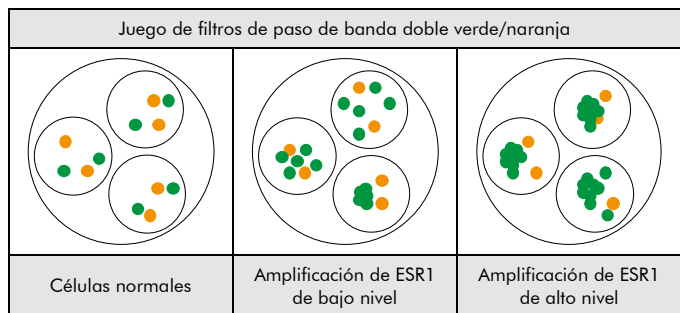

Fig. 2. Resultados previstos en núcleos normales y anómalos
**Situación normal:** En las interfases de células normales o células sin una amplificación que implique la región del gen ESR1, aparecen dos señales verdes y dos naranjas (ver Fig. 2).
**Situación anómala:** En células con una amplificación de la región del gen ESR1 se observará un aumento del número de señales verdes o grupos de señales verdes (ver Fig. 2).